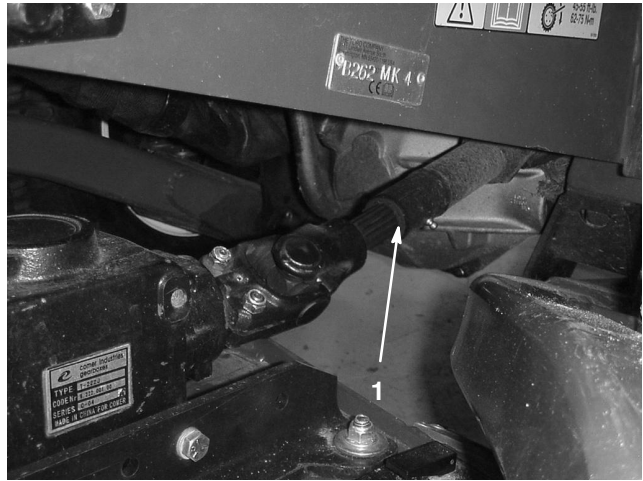

Bild 26
5. Rollen Sie das Mähwerk von der Zugmaschine weg, und trennen Sie die Außen- und Innengewindeteile der ZWA-Welle (Bild 26).
3. Schieben Sie die ZWA-Welle mit Außengewinde in die ZWA-Welle mit Innengewinde (Bild 26).